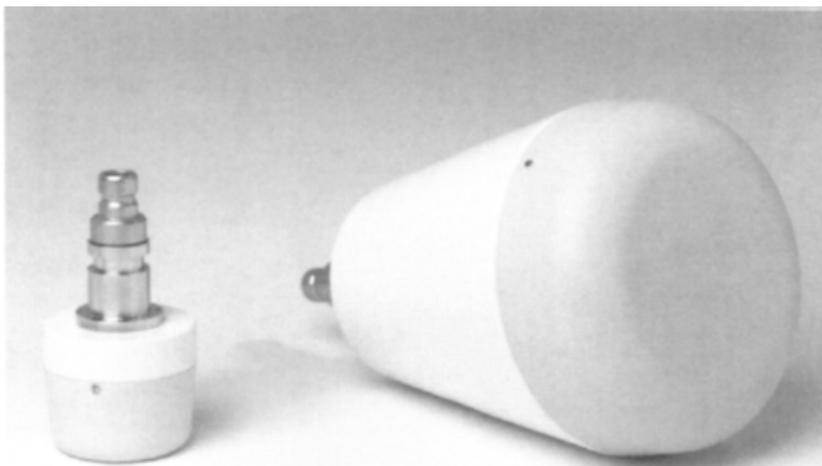

Abbildung 6: Klein- und Rundfeldstrahler
- Der **Rundfeldstrahler** (Ø160 mm) wird für konzentrierte Energieübertragung verwendet, z.B. eine Schulter, ein Knie etc. (s. Abbildung 6).
- Der **Kleinfeldstrahler** (Ø65 mm) wird für die Übertragung geringer Energie bis 25 Watt, vorzugsweise im HNO- Bereich, verwendet. Die Umschaltung auf geringe Energieabgabe erfolgt durch die automatische Strahler-Erkennung (s. Abbildung 6).